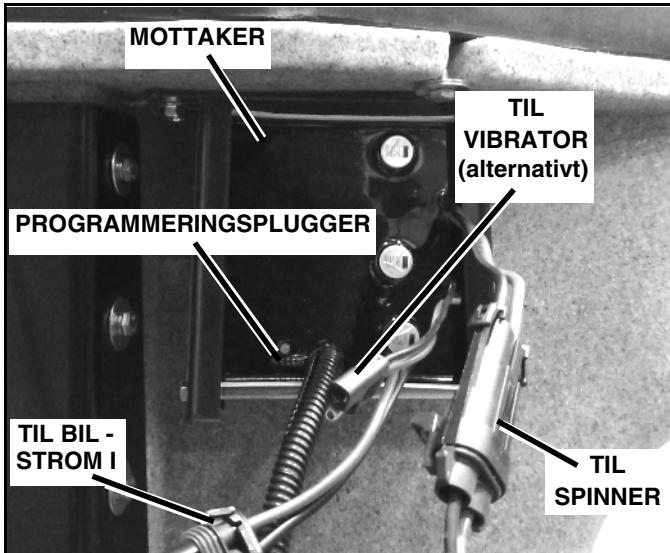

Figur 1-7
2. Ta mottaker-braketten ut av innpakningen og plasser den under den øvre kanten på spreder-trakten på førersiden. (Se Figur 1-7).